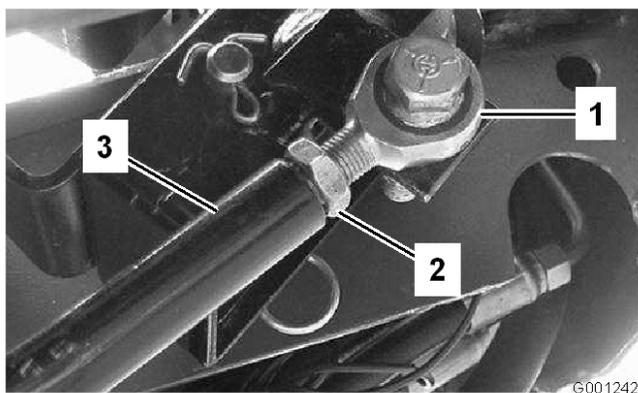

Figura 66
3. Per una maggiore regolazione, regolate l'asta della trazione (Figura 66) come segue.